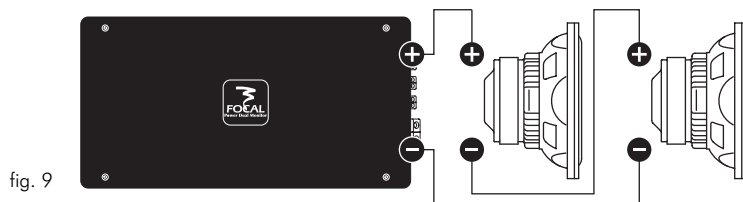
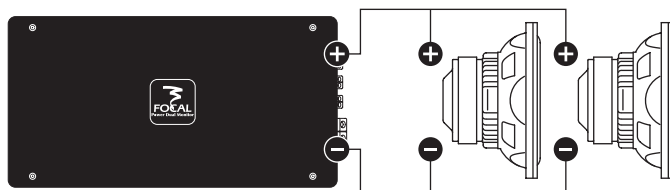

fig. 9
fig. 10
**3.9** - Connecter les câbles haut-parleurs aux filtres des voies droite et gauche en respectant les polarités (+ → + ; - → -) pour un câblage traditionnel. L'amplificateur FP Dual Monitor peut fonctionner en mode bridgé {se reporter aux spécifications du produit (page 33) pour connaître la puissance délivrée en mode bridgé} afin d'amplifier un ou plusieurs subwoofer(s). Pour cela, il suffit de connecter le câble haut-parleur positif (+) sur le bornier positif (+) de la voie gauche (LEFT) et de connecter le câble haut-parleur négatif (-) sur le bornier négatif (-) de la voie droite {RIGHT (**fig. 9** et **fig. 10**)}.